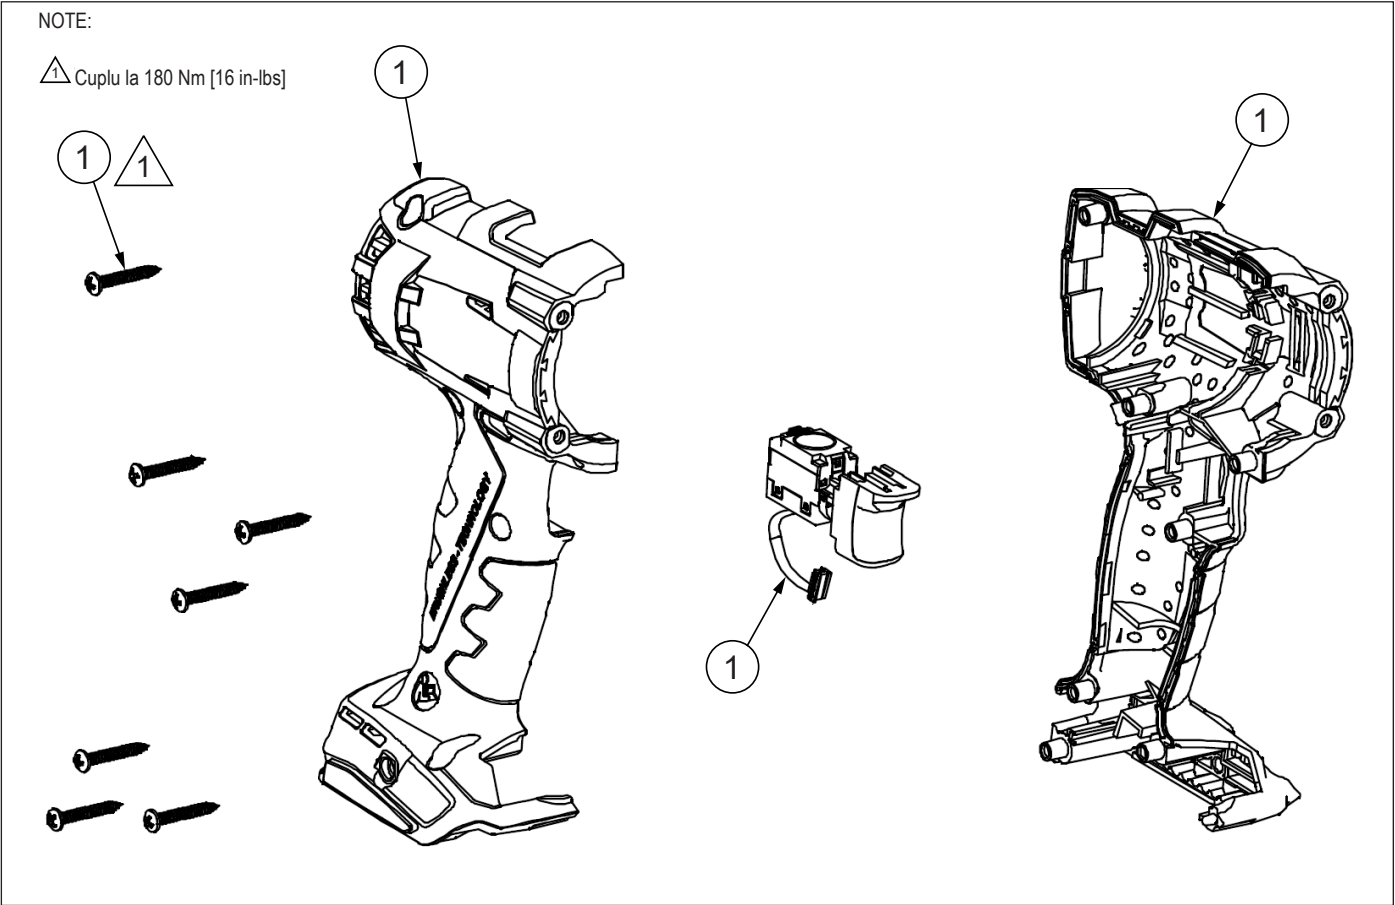

Figura 7: Kit de reparare mâner
9.2.1 Tabel cu piese (Figura 7)